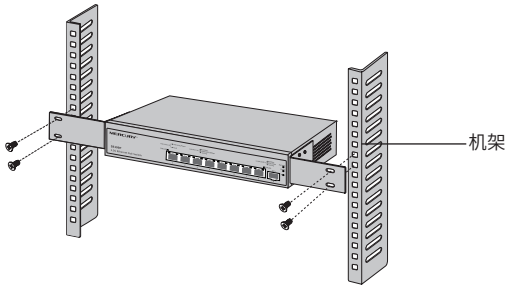

图 3-3 机架安装示意图
4. 用螺钉将 L 型角铁固定在机架两端固定的导槽上，确保交换机稳定、水平地安装在机架上，如图 3-3 所示。